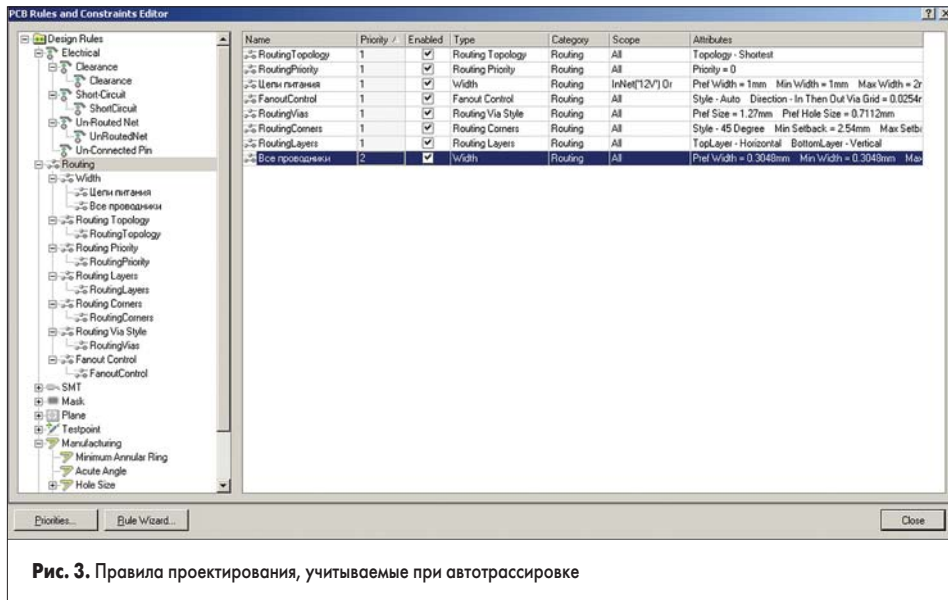

Рис. 3. Правила проектирования, учитываемые при авто-трассировке
2. Выполним щелчок левой кнопкой мышки на категории правил проектирования Routing. В правой части окна PCB Rules and Constraints Editor отобразится полный список заданных правил этой категории (рис. 3). Здесь показаны два уже знакомых нам по предыдущим урокам правила типа Width, определяющие ширину проводников различных цепей. Обратите внимание, что эти правила имеют разные приоритеты, значения которых отображаются в столбце Priority. В общем случае приоритеты правил задаются автоматически по мере их назначения, то есть самый высокий приоритет будет иметь правило, назначенное последним. Самый высший приоритет обозначается числом 1. Приоритет правила можно изменить вручную, что мы сейчас и сделаем.